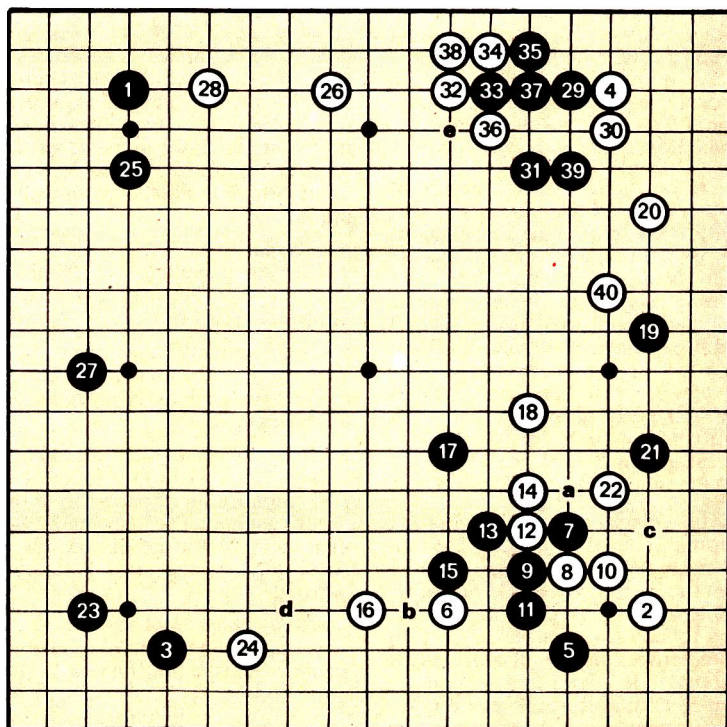

Figure 1, coups 1 à 40
Noir doit alors choisir entre 8 et "a" ; "a" capture proprement les deux pierres blanches ⑥, mais c'est un coup un peu lent. Le 8 est plus ambitieux, qui agrandit le champ de bataille et pousse le blanc à sortir ses pierres. La différence entre le **diagramme 1** et le **figure 1** est très sensible.